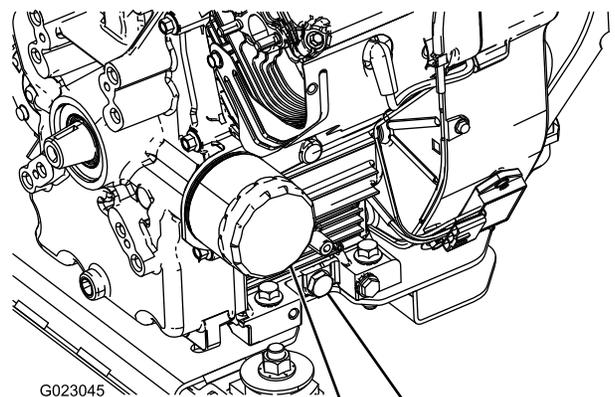

図 41
5. ドレンプラグを抜く **図 41**。
2. オイルフィルタを外す **図 41**。
5. アダプタに新しいフィルタを取り付ける。ガスケットがアダプタに当たるまで手でねじ込み、そこから更に 1/2 回転増し締めする **図 41**。